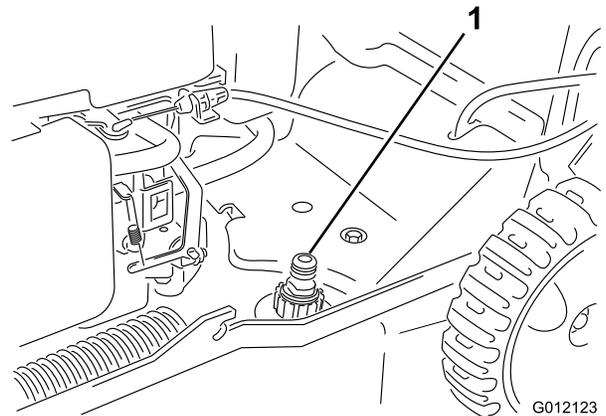

Figura 25
- Introduzca una manguera de jardín conectada a un grifo en el orificio de lavado de la carcasa del cortacésped (Figura 25).